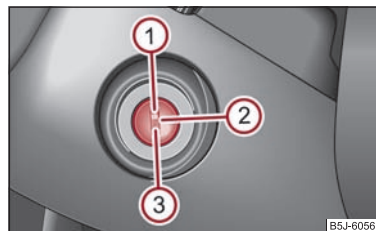

Fig. 92 Pozițiile cheii în contact
- Motorul se oprește prin rotirea cheii în contact în poziția  ⇒ pagina 86, fig. 92.